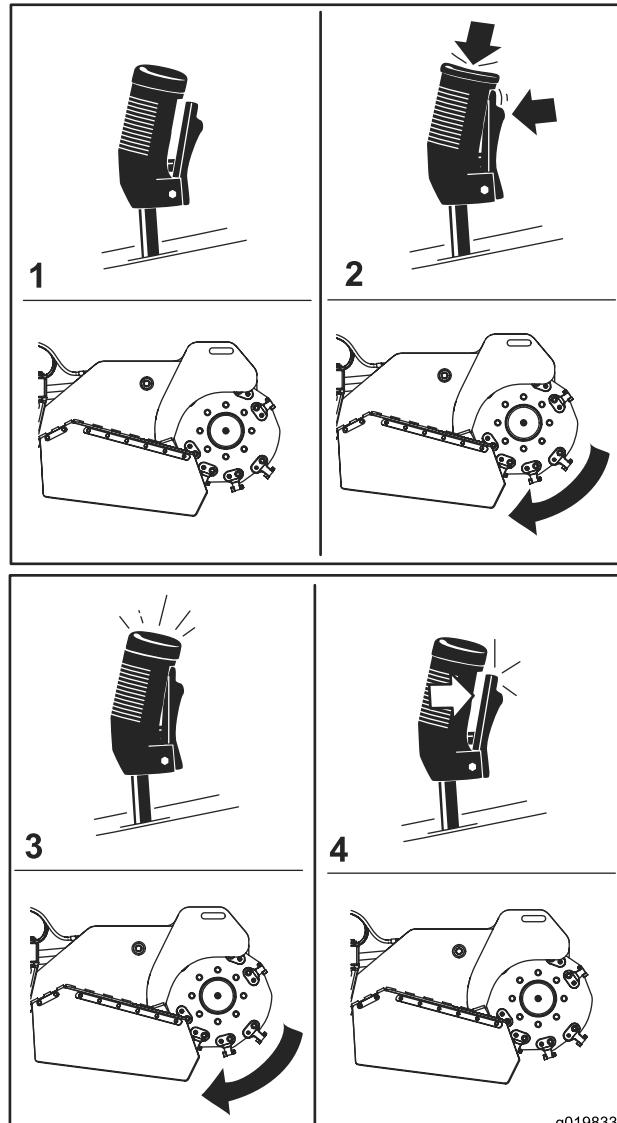

Figura 13
- Per avviare la trinciatrice (Figura 13), premete il pulsante rosso in alto sulla leva e premete il dispositivo di azionamento. Avviata la trinciatrice, rilasciate il pulsante rosso.
- Per arrestare la trinciatrice (Figura 13), rilasciate il dispositivo di azionamento per più di mezzo secondo.